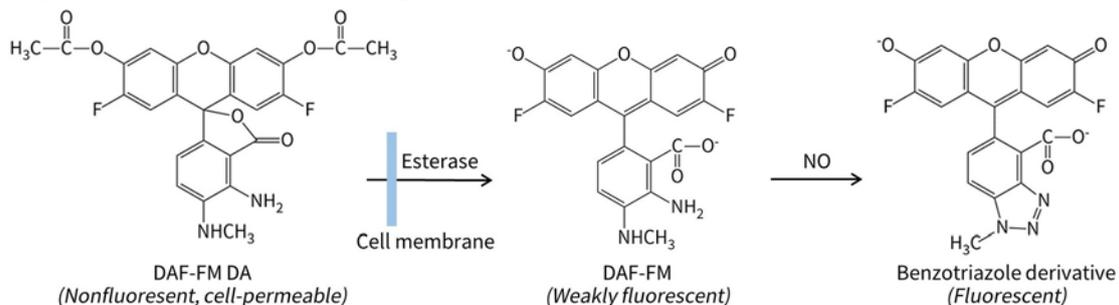

图1. 碧云天一氧化氮检测试剂盒(DAF-FM DA) (S0020)检测原理图。
- 本试剂盒检测一氧化氮的原理如图1所示。DAF-FM DA可以穿过细胞膜(Cell-permeable), 进入细胞后可以被细胞内的酯酶催化形成不能穿过细胞膜的DAF-FM。DAF-FM本身仅有微弱的荧光, 但在和一氧化氮反应后可以产生强烈荧光, 激发波长为495nm, 发射波长为515nm。任何可以检测Fluorescein绿色荧光的仪器, 包括荧光显微镜、激光共聚焦显微镜、流式细胞仪、荧光分光光度计或荧光酶标仪都可以用于本荧光探针的检测。